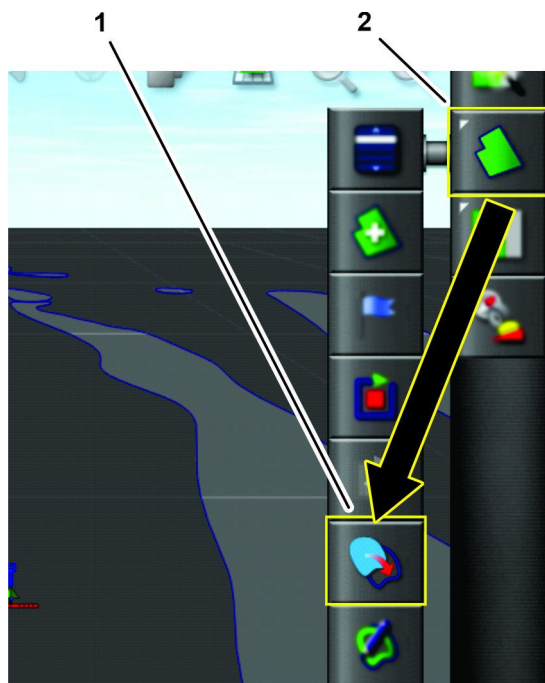

Figura 73
4. Premete l'icona MENU DEL CAMPO e premete l'icona CREA CONFINI DA FILE DELLE FORME (Figura 73).